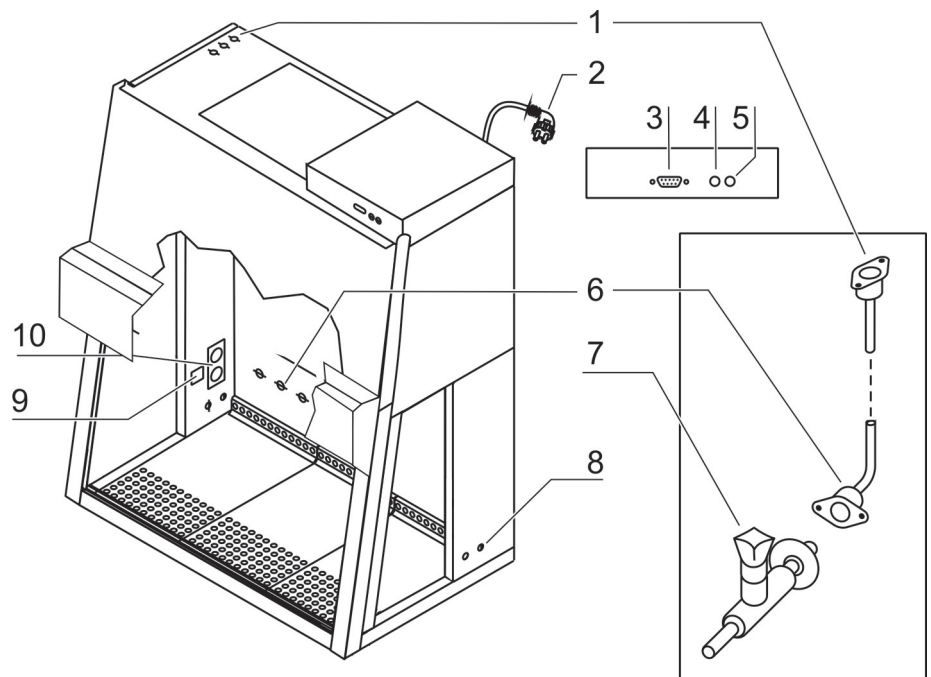

Abb. 7a
**Abb. 7a:** Zur Standardausstattung gehören die Steckdosen [10] für die geräteinterne Stromversorgung sowie die beidseitigen Durchführungen [8] für Kabel und Schläuche. Alle anderen Versorgungsanschlüsse sind optional lieferbar.
**Desinfektionsadapter (optional), Abb. 7a:** Die Desinfektionsadapter [9] dienen zum Anschluss eines mobilen UV-Bestrahlungsgerätes. Die Adapter sind an die Gerätesteuerung angeschlossen.